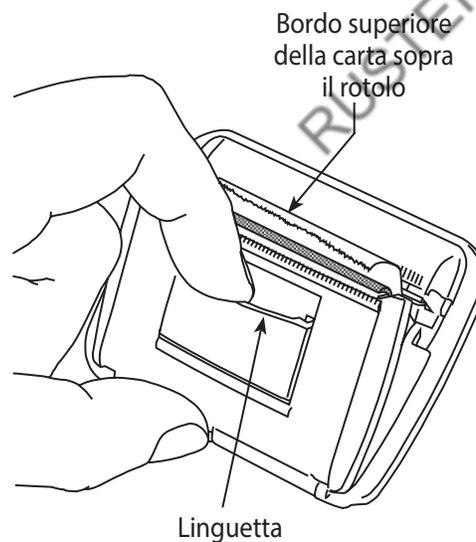

Figura 15
1. Rimuovere il coperchio della stampante tirando in fuori la linguetta, come illustrato nella Figura 15.
8. Collocare la stampante all'interno dell'apposita area sul pannello di comando. Spingere la parte anteriore della stampante a filo con il pannello, orientata in modo che la carta fuoriesca in corrispondenza della parte alta della stampante, come mostrato nella Figura 15.